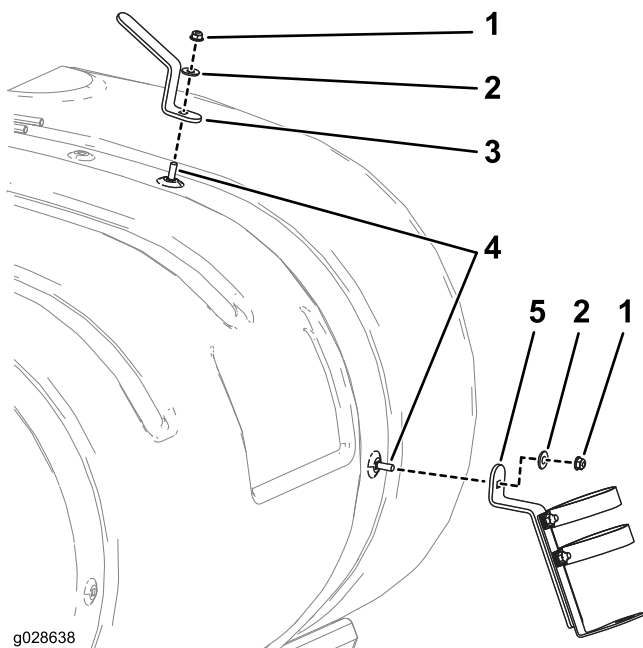

Figura 3
1. Afloje el fleje delantero del depósito en el lado derecho (Figura 3).
2. Instale el soporte de la pistola de fumigación según se indica en Figura 3 usando un perno de cuello cuadrado (5/16" x 3/4"), una arandela (3/8") y una contratuerca (5/16").
3. Instale el gancho de la manguera según se indica en Figura 3 usando un perno de cuello cuadrado (5/16" x 3/4"), una arandela (3/8") y una contratuerca (5/16").